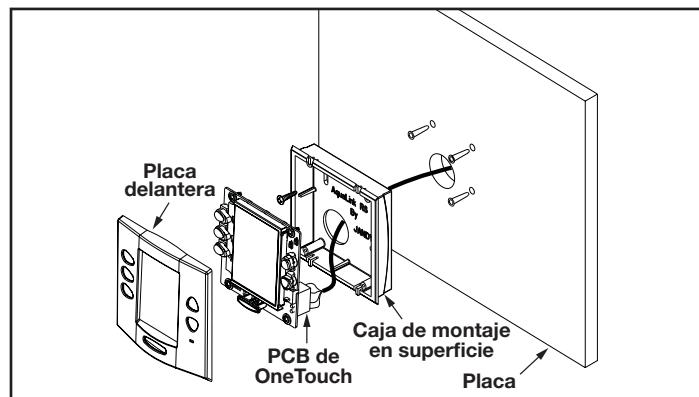

Figura 24. Instalación con montaje en superficie de OneTouch™
- Tienda el cable de 4 conductores desde el centro de energía a la ubicación del panel de control (consulte la Figura 24).